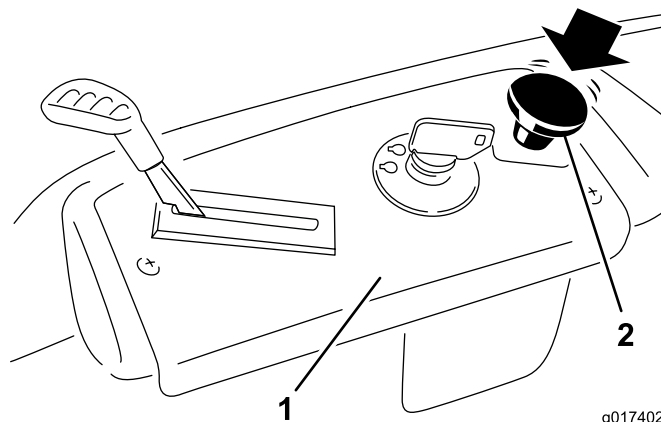

Figure 11
- Désengagez les lames en plaçant la commande des lames en position Désengagée (Figure 11).